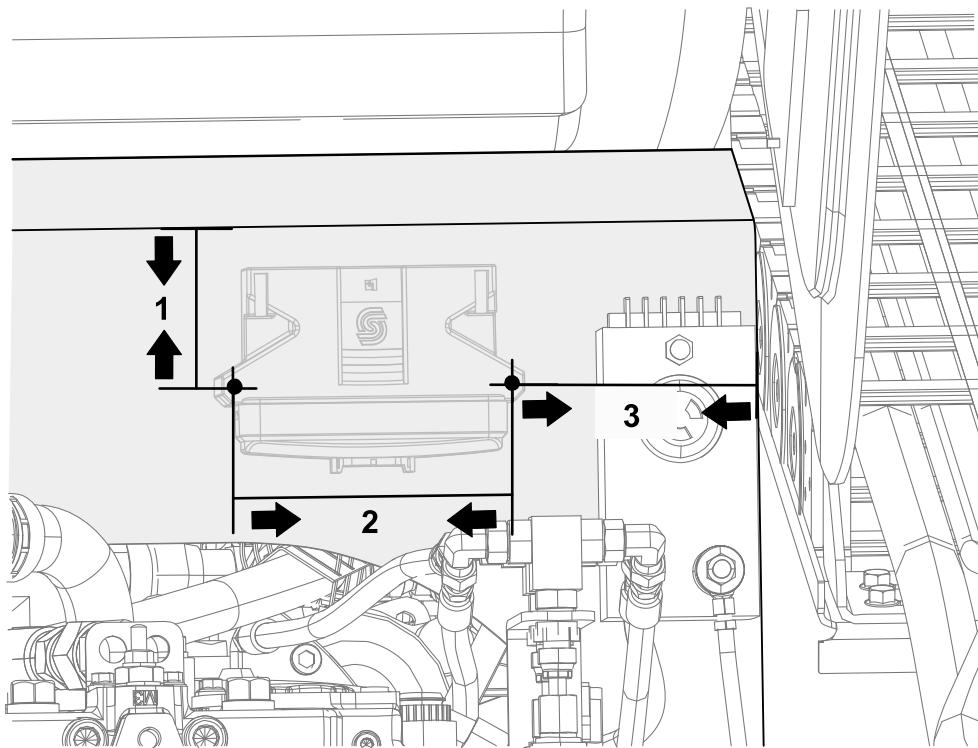

Figure 3
- Percez 2 trous dans le panneau (Figure 2) en vous servant des mesures de la Figure 3.